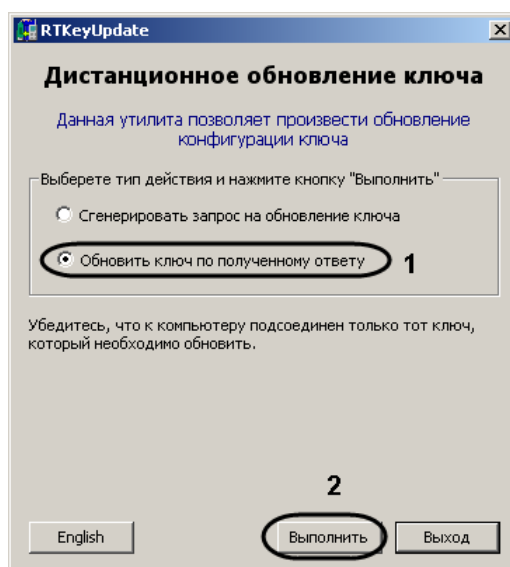

Рис. 13.2—6 Обновление ключа по полученному ответу
2. Установить переключатель в положение «Обновить ключ по полученному ответу» (см. Рис. 13.2—6, 1).